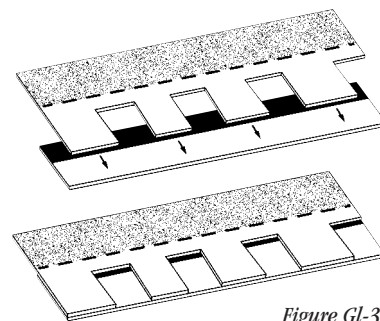

Figure Gl-3
**Bardeau stratifié** – Bardeau en bande contenant plus d'une couche de jupes et étant par le fait même plus épais. Aussi appelé bardeau tridimensionnel ou architectural (*figure Gl-3*).